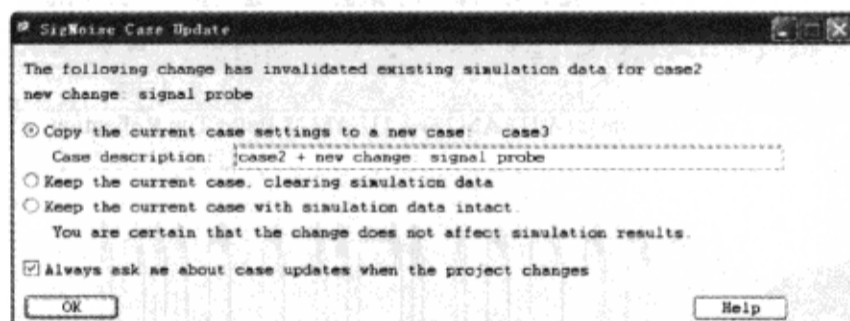

图 5-3-30 “SigNoise Case Update”对话框
(1) 执行菜单命令“Analyze”→“SI/EMI Sim”→“Probe”，弹出“SigNoise Case Update”对话框，如图 5-3-30 所示。